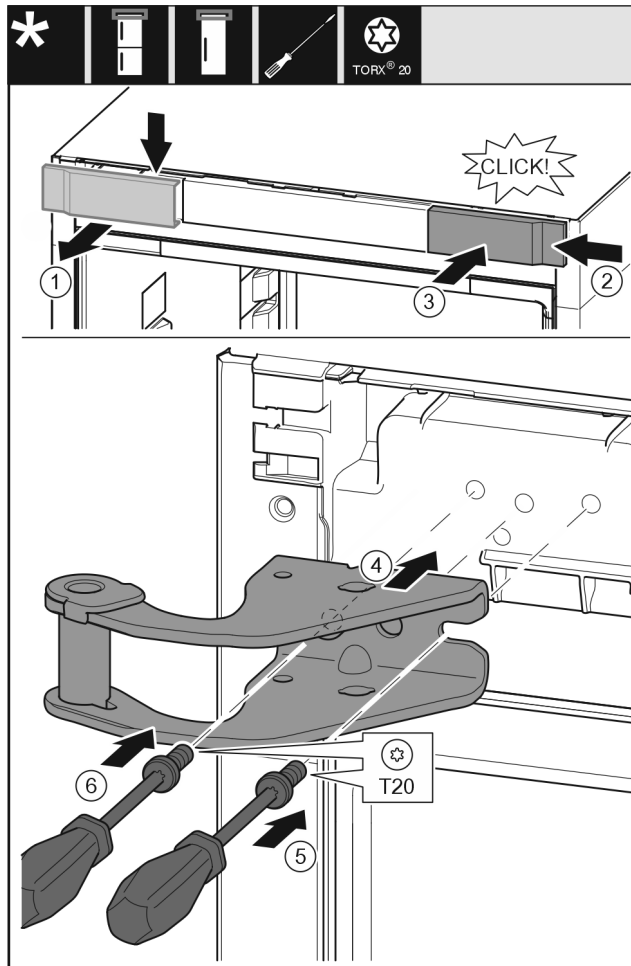

Fig. 7
- ▶ 从上方朝前取下盖板。 Fig. 7 (1)
- ▶ 将盖板旋转 180° 至另一侧从右边挂上。 Fig. 7 (2)
- ▶ 卡入盖板。 Fig. 7 (3)
- ▶ 装上上方的托架。 Fig. 7 (4)
- ▶ 用 T20 螺丝刀放上并旋紧螺钉。 Fig. 7 (5)
- ▶ 用 T20 螺丝刀安装并旋紧螺钉。 Fig. 7 (6)